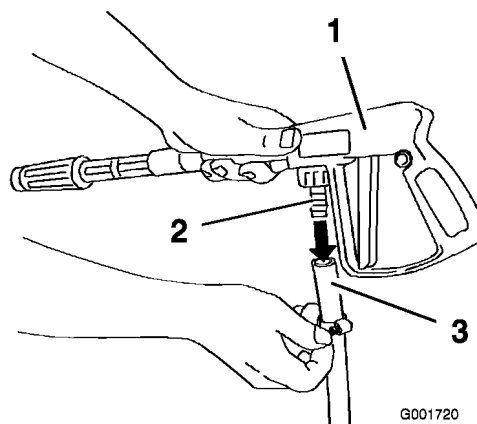

Figure 33
2. Connectez l'extrémité libre du long flexible au raccord du pistolet pulvérisateur (Figure 33).